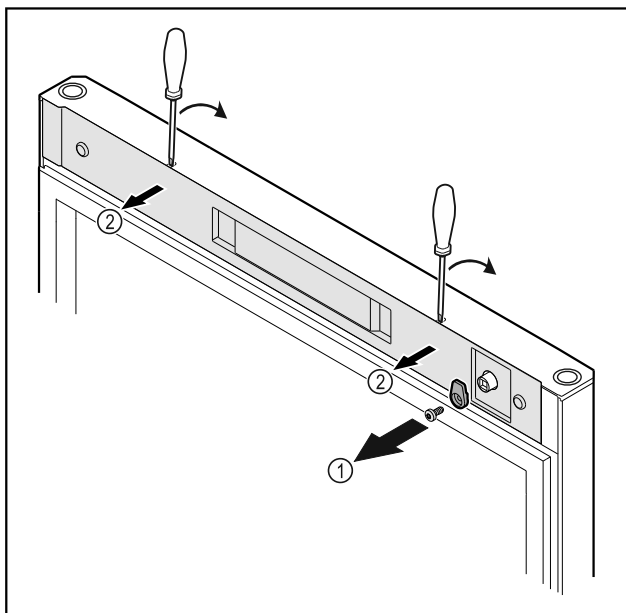

Fig. 19
- ▶ Odvrnite kuke za zatvaranje Fig. 19 (1).
- ▶ Odvojite poklopac Fig. 19 (1) malim odvijačem i skinite ga.